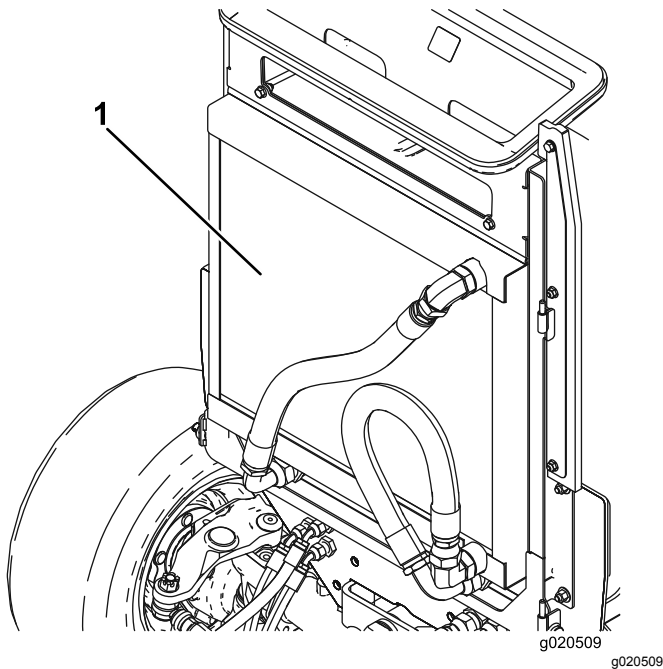

Figure 92
3. Nettoyez soigneusement les deux côtés du refroidisseur d'huile et du radiateur à l'air comprimé (Figure 92).